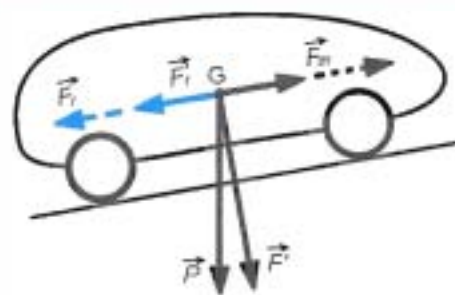

Figure 1.8 • En côte, la force résistante augmente.
• **En montée.** L'action de la pesanteur crée une force opposée à la force motrice (figure 1.8). Elle est proportionnelle à l'angle de la pente et à la masse du véhicule.